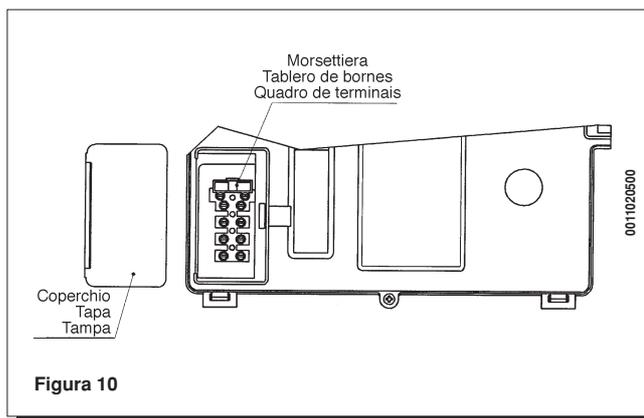

Figura 10
- togliere il coperchio ed accedere alla zona collegamenti elettrici (figura 10).
- *remover la tapa y acceder a la zona conexiones eléctricas (figura 10).*
- tirar a tampa e entrar na zona das ligações eléctricas (figura 10).